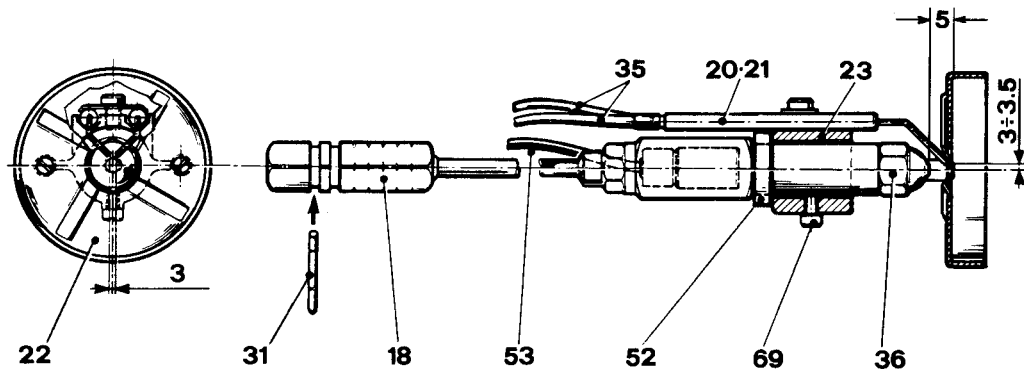

FIG. 13
- chicler (36) defectuoso o sucio;
- electrodos de encendido (20-21) sucios o dañados (ver posición de la fig. 13);
- célula fotoeléctrica (41) ennegrecida;
- verstuiver (36) defekt of vuil;
- ontstekingselectroden (20-21) aangeladen, beschadigd of ontregeld (zie de stand in fig. 13);
- Magneetventiel (41) vuil of defekt;
Effettuarne la pulizia possibilmente senza variare la loro posizione rispetto al disco deflettore; nel caso ciò accadesse, rispettare, in fase di montaggio, le dimensioni indicate in fig. 13.
Les nettoyer si possible sans changer leur position par rapport au disque déflecteur. Autrement vérifier que les cotes indiquées en FIG. 13 sont bien respectées.
Clean the electrodes taking care not to change electrode position relative to the diffuser; in case this should occur, on reassembling the unit make sure that the dimensions shown in Fig. 13 are met.
Efectuar la limpieza si es posible sin variar la posición respecto al disco deflector; en el caso que esta posición se hubiese modificado, respetar en la fase de montaje las distancias indicadas en la fig. 13.
Kuisen liefst zonder hun positie ten opzichte van de vlamring te veranderen. Zou de positie toch veranderen, dan terug monteren volgens de gegevens van fig. 13.
- die Grundplatte herausziehen und lt. Abb. 13 in die vorgesehene Halterung einhängen.